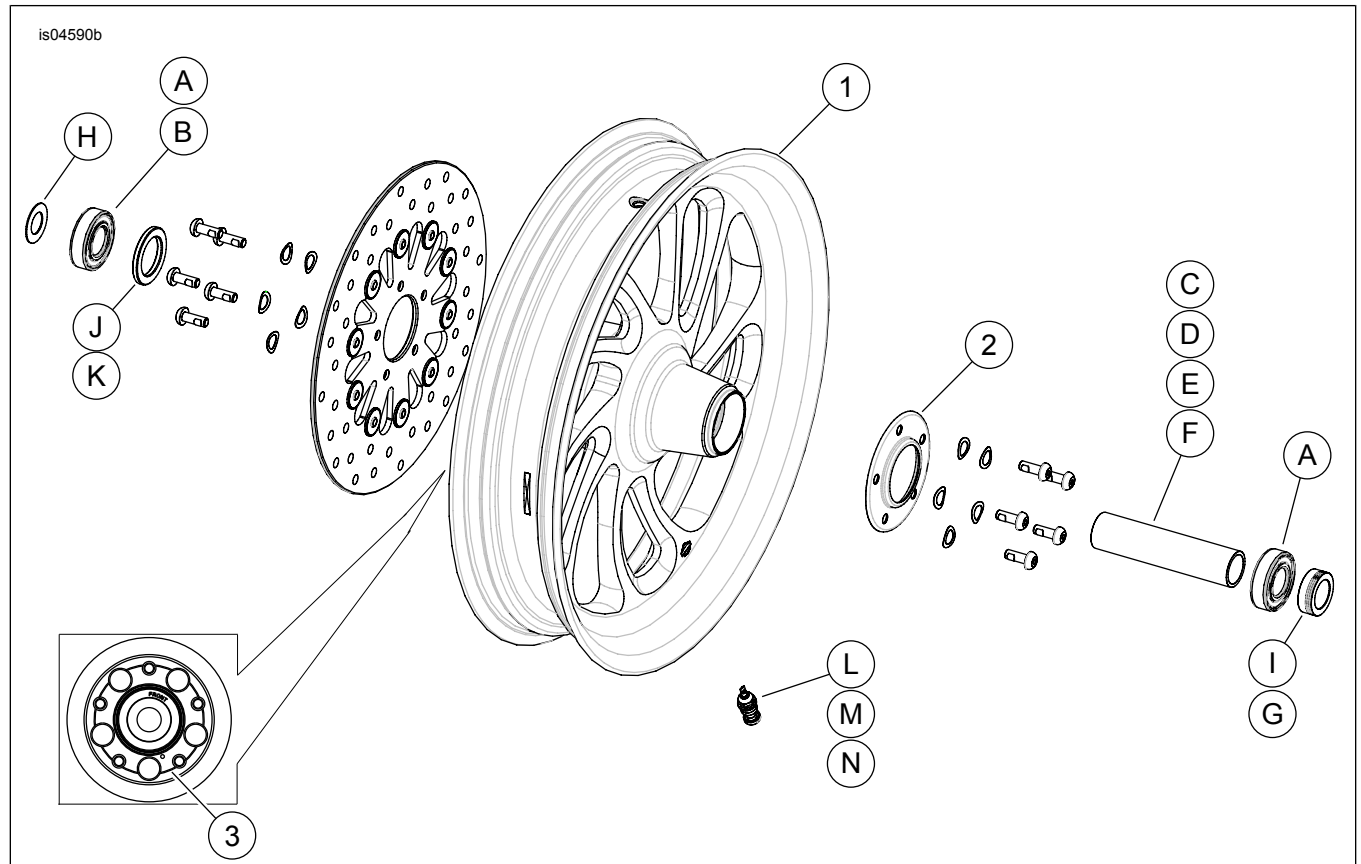

Figure 2. Pièces détachées : Kits de roue avant Blade
2. Voir Figure 2. Installer l'ensemble de tige de valve (L) sur la roue. Voir PNEUS dans le manuel d'entretien.